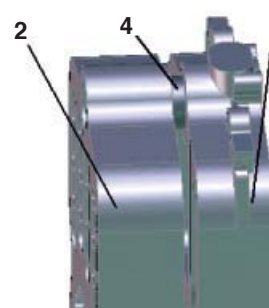

Рис. 6
- 6 Подведите к заднему элементу промежуточный элемент и пропустите верхний двойной конус через гнездо промежуточного элемента (Рис. 6).